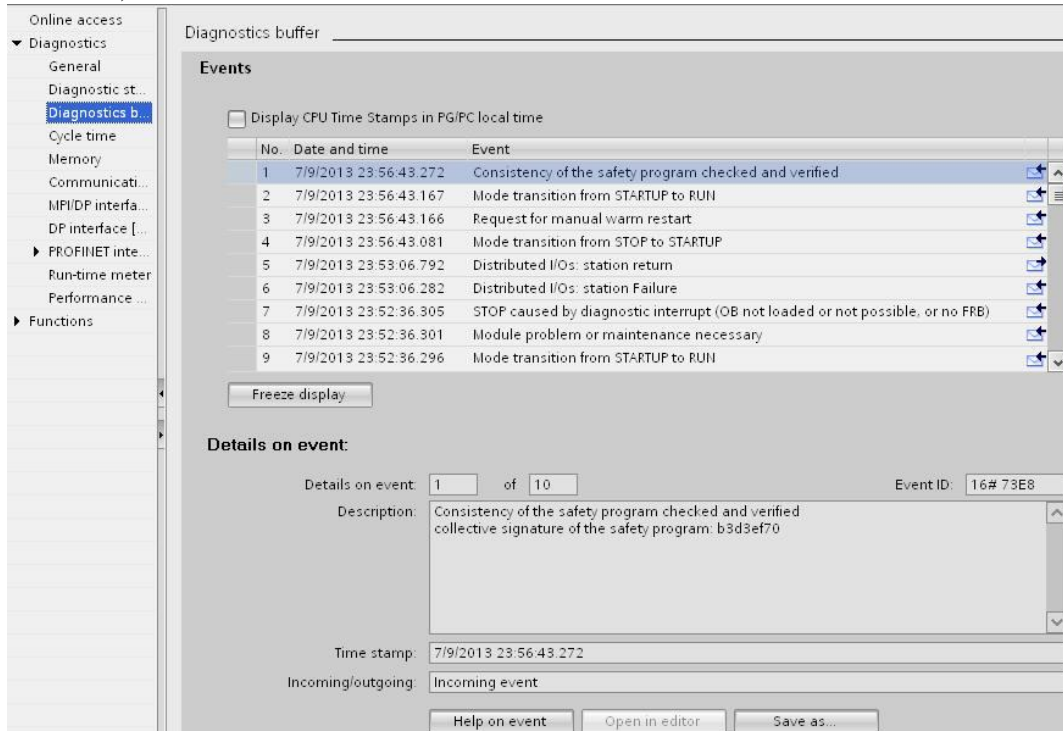

图 2-29 英文诊断画面
14) 软件切换到英文，在线诊断信缓冲区如图示，有详细的内容解释，图 2-29